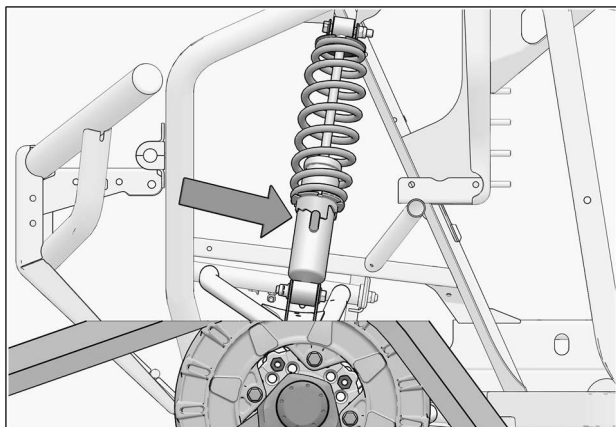

Fig. 29
1. Vérifier l'ajustement de la suspension; si les amortisseurs sont réglables, ils doivent être réglés au niveau le plus ferme pour permettre un maximum de dégagement entre les systèmes et les ailes du véhicule. Voir la Fig. 29